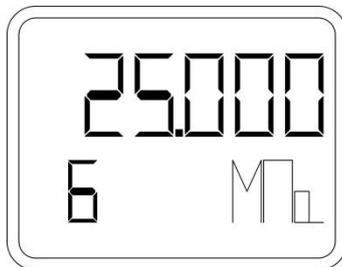

Рисунок 12 – Установка верхнего предела измерения без подачи опорного давления
- При помощи кнопки «М» зайти в пункт меню 6 (рисунок 12).